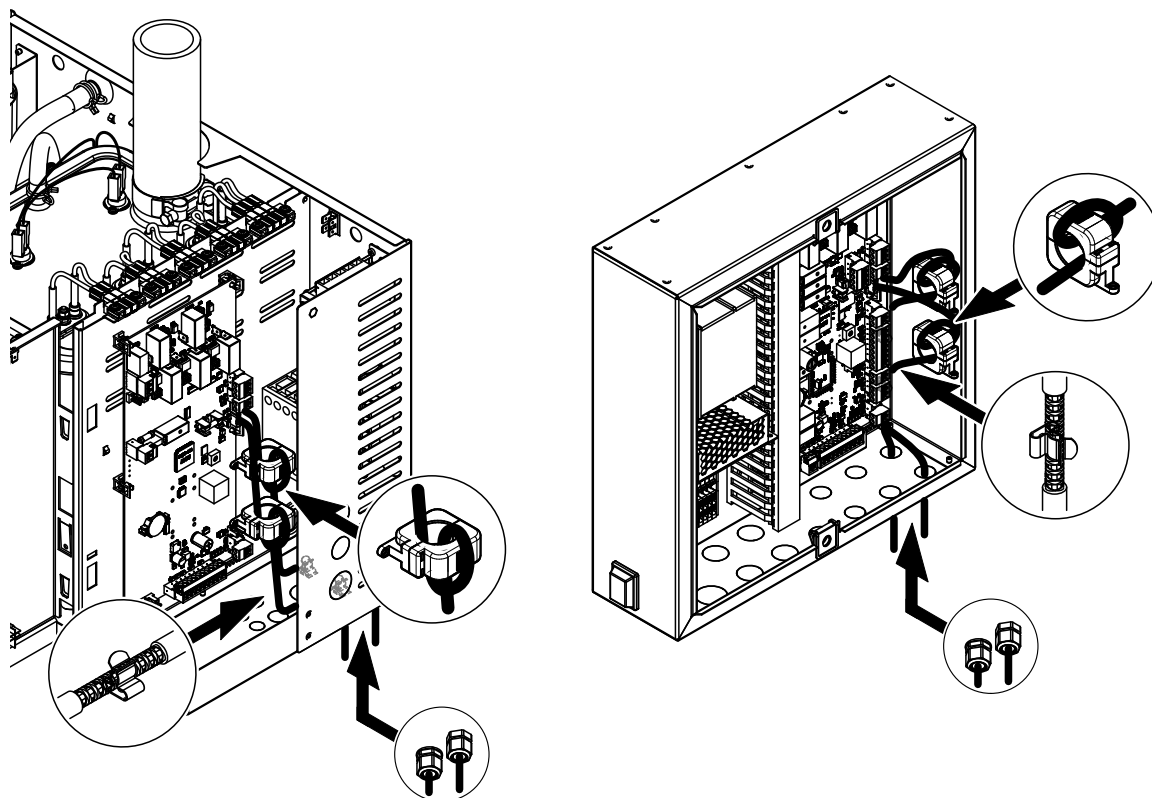

Fig. 24: Faites passer les câbles à travers l'anneau en ferrite et fixez le blindage du câble dans le support de serrage.
3. Faites passer le(s) câble(s) CAN BUS dans un passant à travers l'/les anneau(x) en ferrite comme indiqué sur l'image Fig. 24.